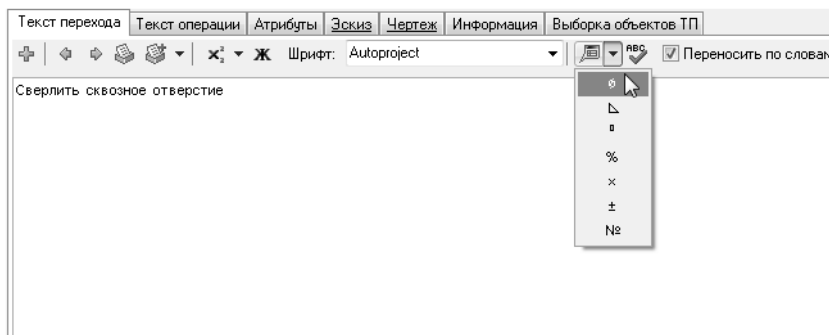

Рис. 3.5.
12. В переходе 3 той же операции укажите диаметр отверстия вручную. Знак диаметра выберите из раскрывающегося списка кнопки **Вставить спец. символ** (рис. 3.5). Значение диаметра — **17 мм**.